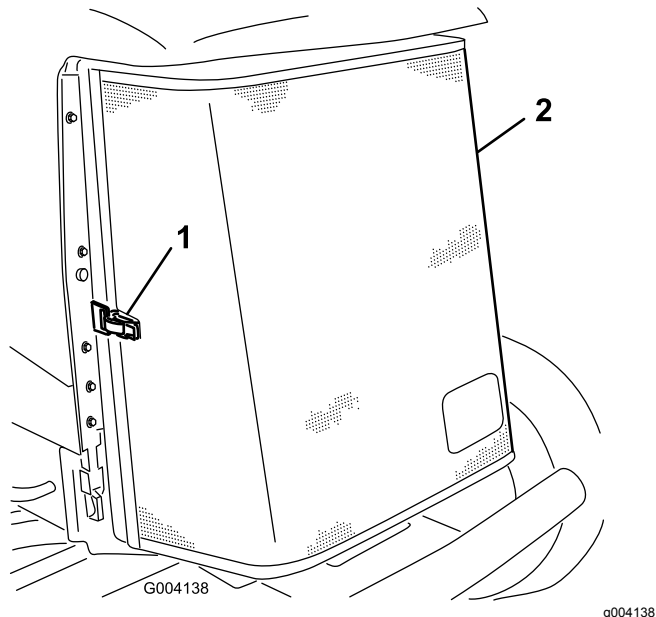

Figure 79
3. Déverrouillez l'attache et ouvrez la grille arrière (Figure 79).